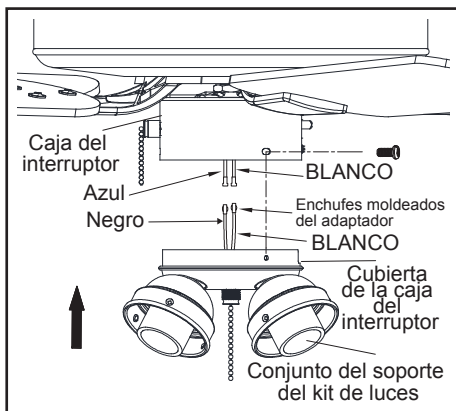

Figura 13
1. Quita y conserva los tres tornillos de montaje de la cubierta de la caja del interruptor del soporte del kit de luces (Figura 13).
2. Localiza los cables azul y blanco dentro de la caja del interruptor y la cubierta de la caja del interruptor del conjunto de montaje del juego de luces. (Figura 13)
4. Conecta el cable blanco de la caja del interruptor del ventilador de techo al cable blanco de las luces conectando los enchufes moldeados juntos. (Figura 13)